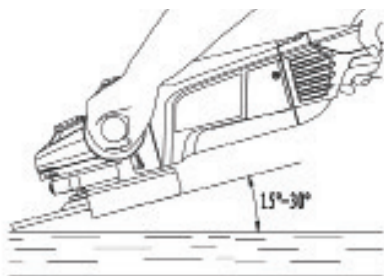

IMAGEN 7
11.1. Use la parte correcta del disco, en el caso contrario, será fácilmente dañado. (IMAGEN 7)